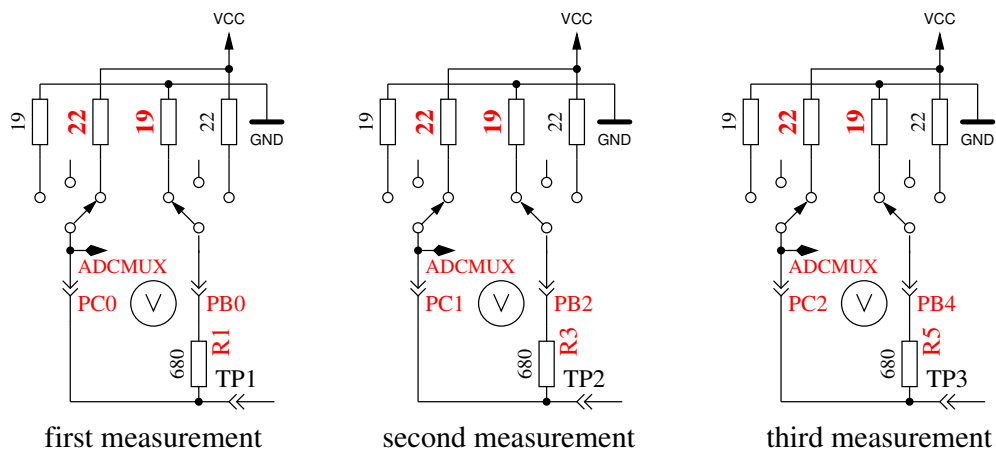

Abbildung 5.63. Messung des Innenwiderstandes des auf VCC geschalteten Port-C-Ausgängen.
9. **Messung des Innenwiderstandes von auf VCC geschalteten Port-Ausgängen.** Der benötigte Strom wird von auf GND geschalteten 680Ω-Widerständen geliefert. Es ist die gleiche Messung wie die in Test 8 zur anderen Seite, wie in Abbildung 5.63 gezeigt wird. Der Innenwiderstand wird wie folgt berechnet: Um den Strom zu berechnen: $(5001 - (\text{ErgebnisvonTest8}) - (\text{ErgebnisvonTest9}))/680$. Die Widerstandswerte ergeben sich, wenn die gemessene Spannung durch diesen Strom dividiert wird. Das Ergebnis für diesen Test wird dann in Zeile 1 mit dem Text „RI_Hi=“ in Ω angezeigt, der Innenwiderstand zur GND-Seite wird in Zeile 2 mit dem Text „RI_Lo=“ angezeigt. Diese Werte werden ab Software-Version 1.06k bei jeder Messung neu bestimmt und hier nur dargestellt.